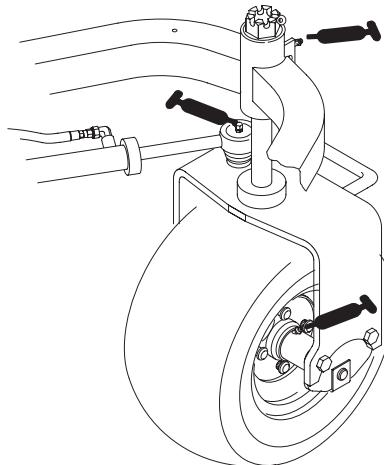

Bild 42
- Hinterradnabe (1)
- Laufradlager (1)
- Lenkzylinder (2) (Bild 42)